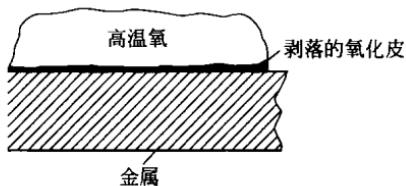

图 1-1 金属干腐蚀系统
① 化学腐蚀。单纯由化学作用引起的腐蚀叫做化学腐蚀，化学腐蚀是没有电流产生的腐蚀过程。金属在高温下和干燥的气体接触，或在非电解质环境中，一般产生化学腐蚀。例如，在轧制钢筋的过程中，钢筋表面的“铁皮”就是铁在高温下被空气氧化（腐蚀）生成的产物（见图1-1）。由各种氧化物组成的铁锈很疏松，没有保护钢铁不再被腐蚀的能力。